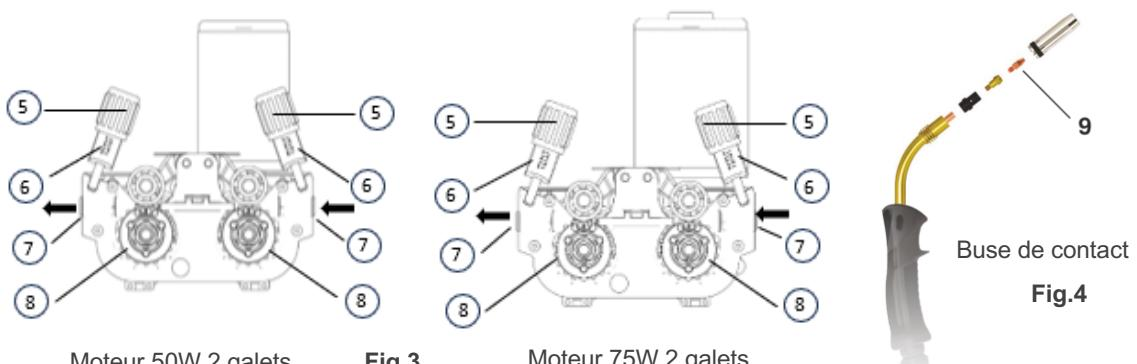

Fig.3
- Vérifier que les galets (8 – Fig. 3) et le tube de contact de la torche (9 – Fig.4) correspondent au diamètre de fil.
- Faire passer le fil à travers les rouleaux (8- Fig.3) et le guide-fil (7- Fig.3), en l'avancant à la main de quelques centimètres. Fermer les leviers de traction (6- Fig.3), en vérifiant que le fil est positionné sur la rainure du rouleau. Pour régler la pression des leviers de traction sur le fil, la vis de réglage (5- Fig.3) doit être serrée avec précaution jusqu'à ce que le fil soit avancé. Ce réglage doit être terminé lorsque la machine est en fonctionnement, afin d'éviter des réglages très forcés qui provoquent l'effondrement du fil.